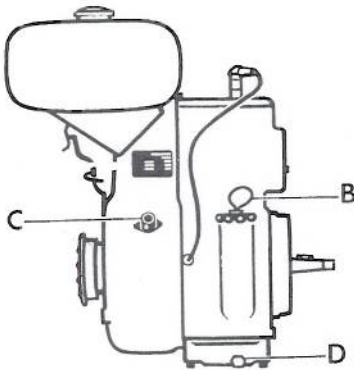

Bild 1
Handelsübliches Bleibenzin durch einen Siebtrichter in den Kraftstofftank füllen. Mit Hilfe des Oelmessstabes (B, Bild 1) den Ölstand messen. Der Ölstand soll nicht unter dem unteren und nicht über dem oberen Strich am Oelmessstab sein. Luftfilter prüfen; falls nötig, reinigen. Falls der Motor mit einem Oelbadluftfilter ausgerüstet ist, frisches Öl bis zum vorgeschriebenen Ölstand auffüllen.
- a. bei Betrieb mit Benzin: Motor auf "Leerlauf" stellen und Abstellknopf drücken (C, Bild 1). Kraftstoffhahn schliessen.
- b. bei Betrieb mit Petroleum: Kraftstoffhahn auf "Benzin" stellen und Motor während 2-3 Minuten laufen lassen. Dann Motor auf "Leerlauf" stellen und Abstellknopf drücken (C, Bild 1). Kraftstoffhahn schliessen.